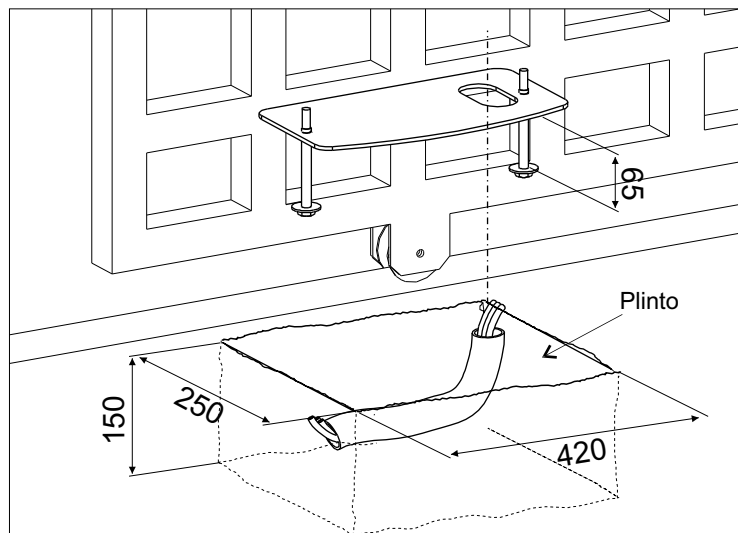

Fig. 1
2.1. Disponer en base a las medidas que estan en la Fig. 1 una plataforma de cemento al interno en la cual sera pegada la placa de fundacion y las tuercas de fundacion.